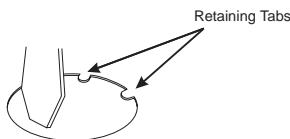

Figure 3
- Remove 7/8" knockout by placing straight blade screwdriver on edge of knockout and strike with hammer. (Always wear safety glasses when hammering). Remove slug by flexing back and forth with pliers. Position fixture with 7/8" diameter over junction box and mark location of mounting slots. See Figure 3.
- Pour enlever la débouchure appuyer un tournevis sur celle-ci et donner un coup de marteau. Enlever la rondelle à l'aide de pinces. (Porter des verres de sécurité). Placer l'appareil de façon à ce que l'entrée de 7/8" po de diamètre soit sur la boîte de jonction, puis marquer l'emplacement des encoches en trou de serrure. Voir la Figure 3.